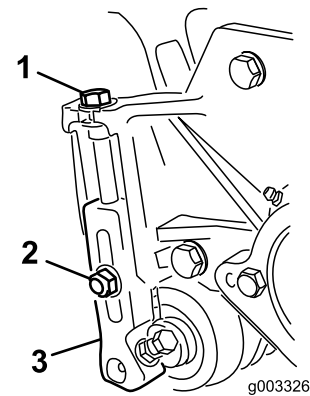

Bild 17
- Lösen Sie die Sicherungsmuttern, mit denen die Schnitthöhenhalterungen an den Seitenplatten befestigt sind (Bild 17).